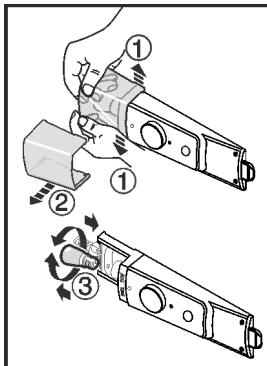

Fig. 10
- Натиснете навън капака на лампата в предната част отвътре съгласно фигурата Fig. 10 (1) и го изтеглете настрани Fig. 10 (2).
- Сменете лампата. Fig. 10 (3)